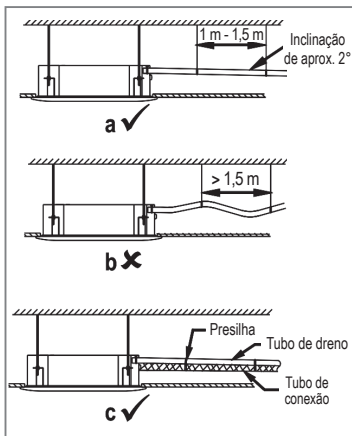

FIG. 30
- Para evitar que a água de condensado escorra para trás, retornando à unidade, o tubo de drenagem deverá ter uma inclinação (pequeno declive) para baixo em direção ao lado de saída, considere aproximadamente 2° para esta inclinação. Evite qualquer saliência (tal como um degrau) ou depósito de água na tubulação. (Fig. 30 - Detalhe b).
- Não estique (arraste) demasiadamente o tubo de drenagem ao conectá-lo, para impedir que o corpo venha a puxá-lo. Entretanto, um ponto de suporte deve ser definido a cada 1,0 metros - 1,5 metros, para evitar que o tubo de drenagem perca eficiência (Fig. 30 - Detalhe a). Opcionalmente você pode amarrar o tubo de drenagem com o tubo de ligação para fixá-lo. (Fig. 30 - Detalhe c).